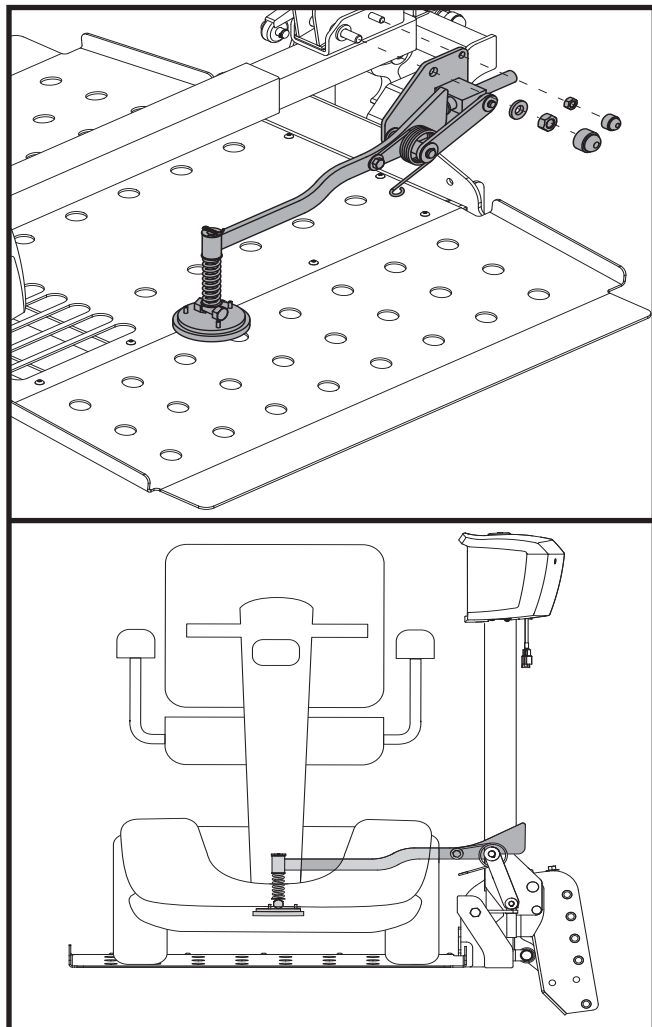

Figura 4. Instalación del brazo de sujeción
3. Retire los accesorios de montaje. **Ver figura 4.**
4. Coloque el brazo de sujeción en los pernos fileteados y hágalo coincidir con los dos orificios. **Ver figura 4.**